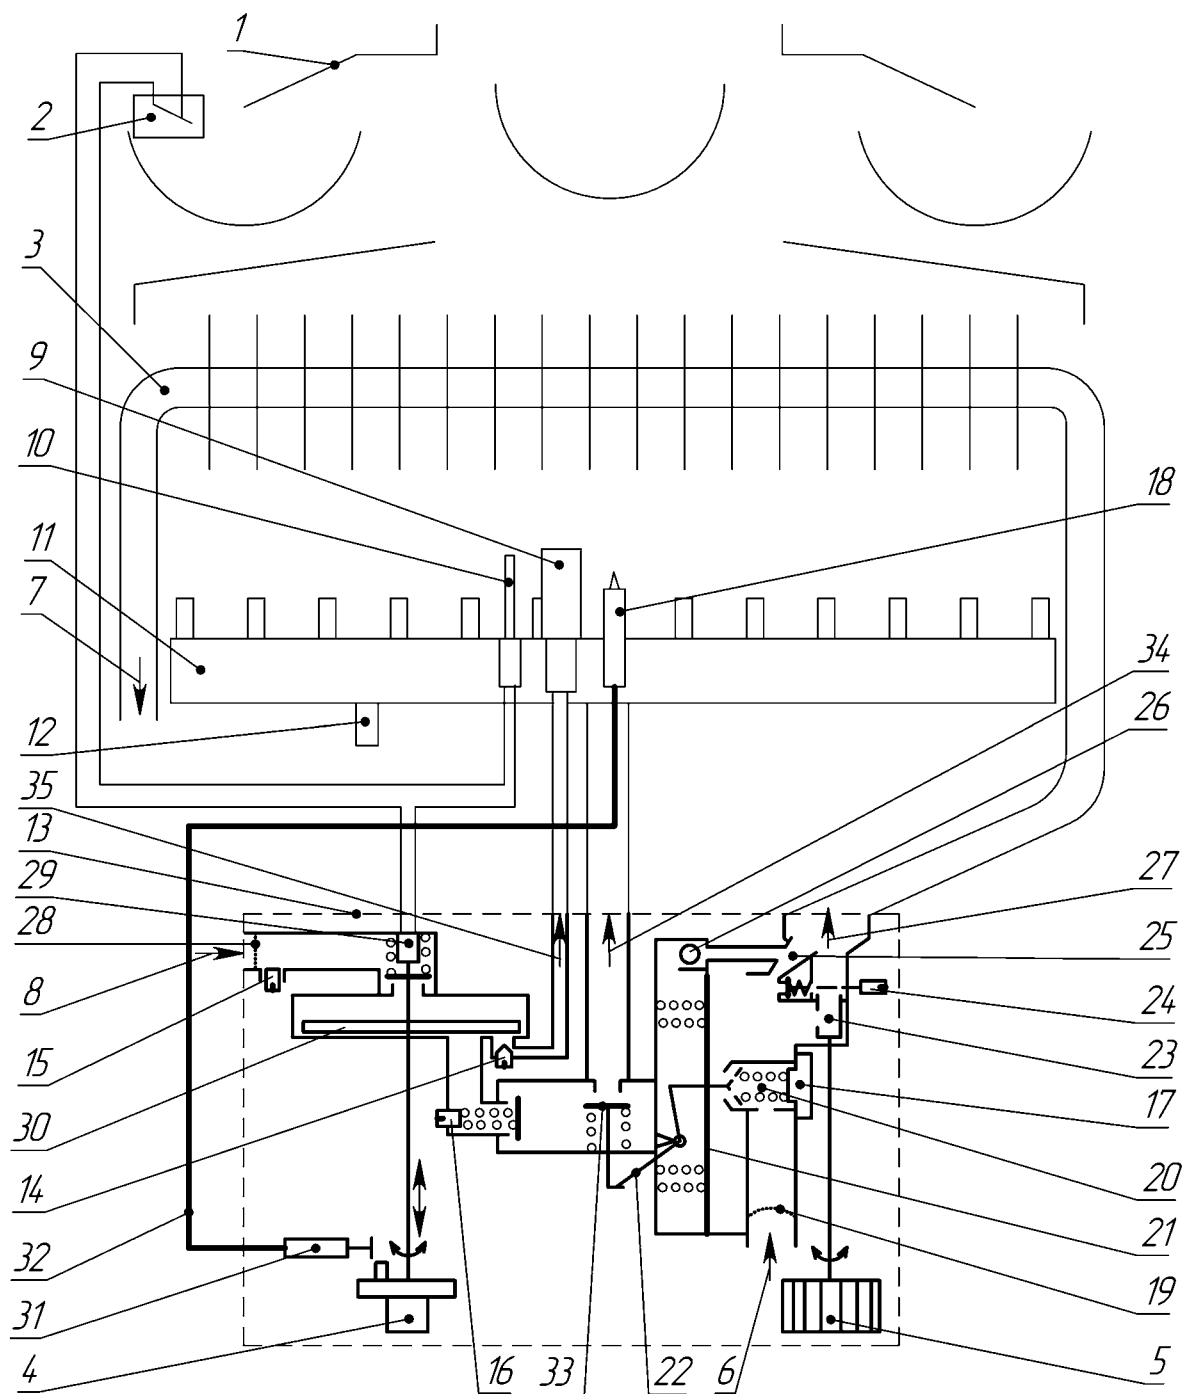

Рисунок 2. Функциональная схема аппарата
1.4.4 При нажатии ручки 4 в положении «Розжиг» (рис.11) открывается электромагнитный клапан 29 (рис. 2), и газ поступает к запальной горелке 9. При дальнейшем повороте ручки 4 в нажатом состоянии против часовой стрелки до упора срабатывает устройство пьезорозжига 31 (рис. 2), вызывая появление искрового разряда между свечой 18 и корпусом запальной горелки 9 и воспламенение запальной горелки.
1.4.5 Термopapa 10, нагреваемая пламенем запальной горелки 9, передает ЭДС электромагниту клапана 29 (рис. 2). В дальнейшем, электромагнит удерживает клапан открытым и обеспечивает доступ газа к запальной и основной горелкам. Во время прогрева термopapa (10...30 секунд) ручку 4 необходимо удерживать нажатой.
1.4.6 При дальнейшем повороте ручки 4 (в ненажатом состоянии) против часовой стрелки открывается подача газа к газовому клапану 33 (см. рис. 2), управляемому мембраной 21. При возникновении достаточного потока воды через аппарат (при открывании крана горячей воды) газовый клапан 33 открывается мембраной 21 через рычаг 22, и газ поступает в основную горелку. Далее происходит воспламенение воздушно-газовой смеси от запальной горелки.